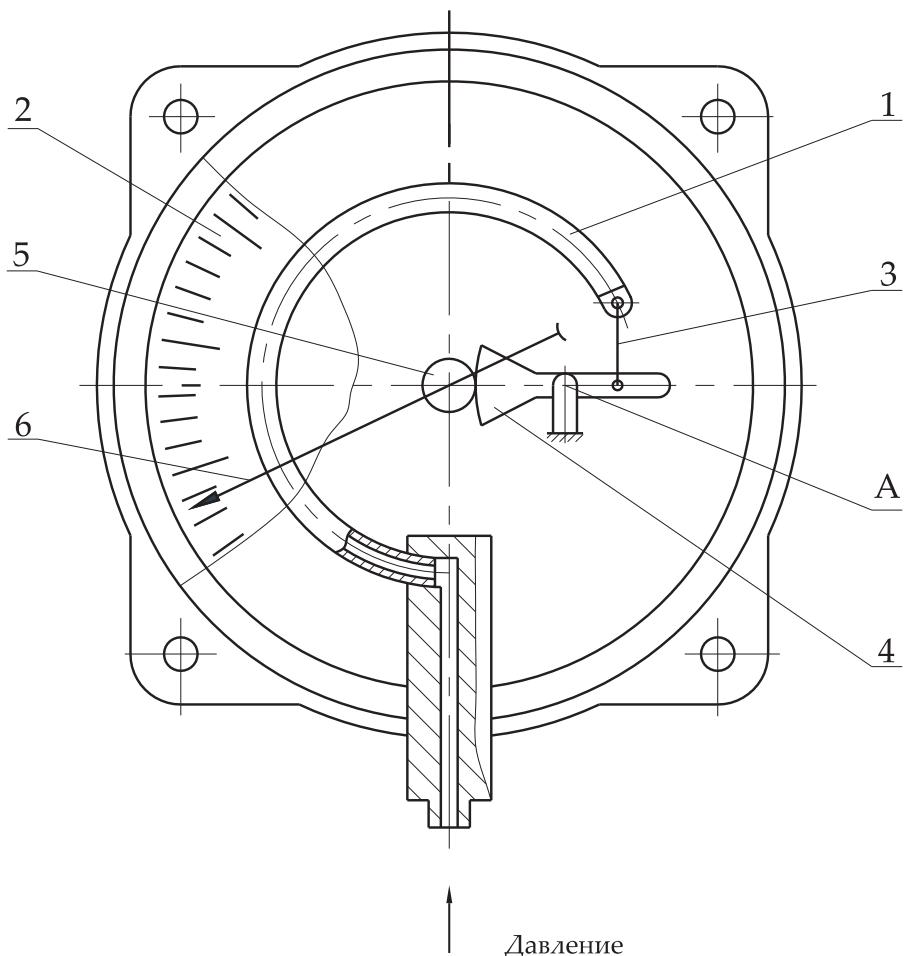

Рисунок 1
3.1 Принцип действия прибора основан на уравновешивании измеряемого давления (разрежения) силами упругой деформации манометрической пружины 1 (рисунок 1).